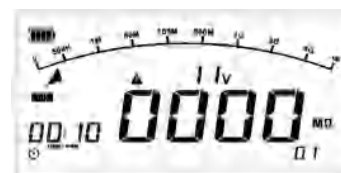

图11.4 表笔线短路测试界面
- (3) 检查测试表笔线是否有外观损坏痕迹，如破皮、白化、连接处断裂等，如出现类似情况，请不要再使用并联系代理商或者附近专卖店退换购买新测试线。
- (4) 检测到测试表笔线无外观损坏后，将测试表笔线连接到测试端口。黑色表笔线连接到（公共端）端口，红色测试表笔线或遥控测试棒连接到（绝缘/V）端口。
- (5) 连接鳄鱼夹或笔杆式测试探头。相同颜色的测试表笔线插入对应颜色的鳄鱼夹或者笔杆式测试探头。
- (6) 在绝缘电阻测量档，将红黑表笔短接，按下“TEST”键测量测试表笔线内阻是否为 $15\ 0M\Omega$ （如图11.4），若结果远大于 $0M\Omega$ ，请再次核查测试线是否正常插入端口或出现内部损坏。